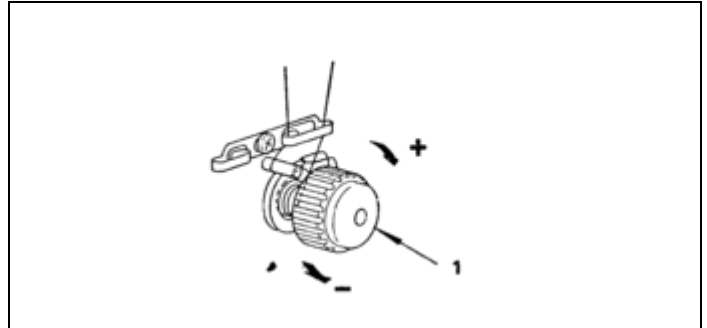

Fig. 19
15. AJUSTE DA TENSÃO DO FIO NA AGULHA (Fig. 19)